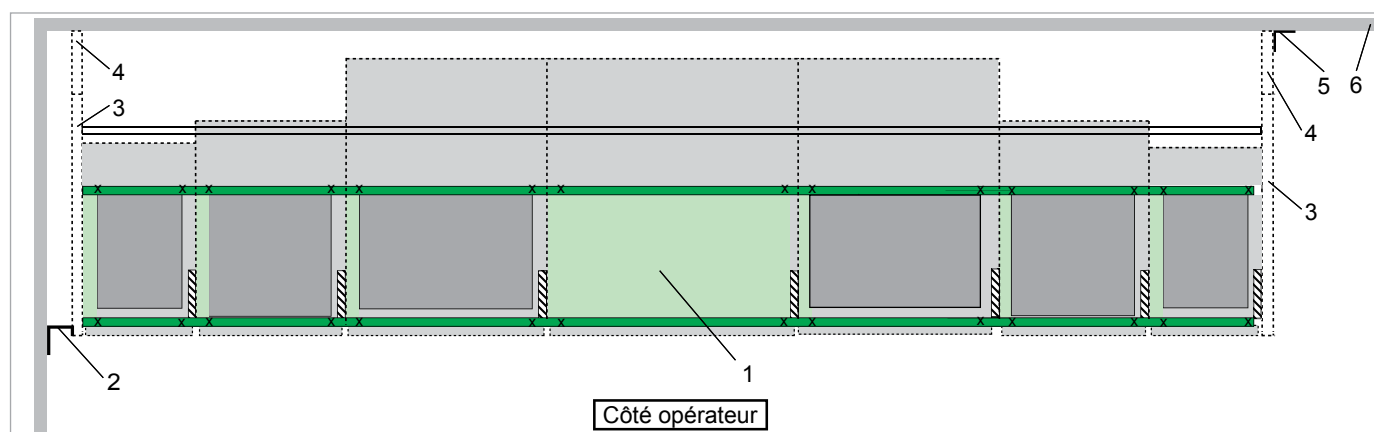

Fig. 44
- Représentation dans la Fig. 44 :